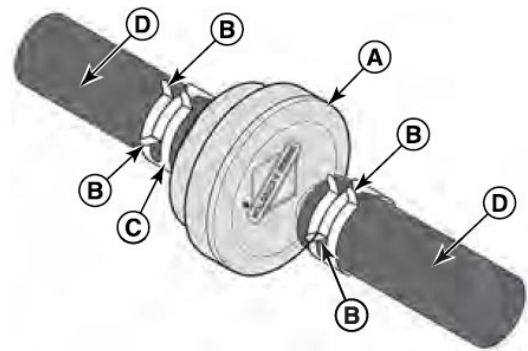

Abb. 14: Kraftstofffilter und Kraftstoffsieb
Schritt 1: Vor der Reinigung oder dem Austausch des Kraftstofffilters (Pos. A, Abb. 14) den Kraftstofftank entleeren oder das Kraftstoffabsperrventil schließen. Andernfalls kann Kraftstoff austreten und einen Brand oder eine Explosion verursachen.
Schritt 2: Mit einer Zange die Laschen (Pos. B, Abb. 14) an den Klemmen (Pos. C, Abb. 14) zusammendrücken und dann die Klemmen vom Kraftstofffilter (Pos. A, Abb. 14) wegschieben. Drehen und ziehen Sie die Kraftstoffleitungen (Pos. D, Abb. 14) vom Kraftstofffilter ab.
Schritt 3: Überprüfen Sie die Kraftstoffleitungen (Pos. D, Abb. 14) auf Risse oder Undichtigkeiten. Ersetzen Sie diese bei Bedarf.
Schritt 4: Ersetzen Sie den Kraftstofffilter (Pos. A, Abb. 14) durch einen Original-Ersatzfilter.
Schritt 5: Befestigen Sie die Kraftstoffleitungen (Pos. D, Abb. 14) mit Klemmen (Pos. C, Abb. 14) wie abgebildet.
Schritt 1: Entfernen Sie den Tankdeckel (Pos. A, Abb. 14).
Schritt 2: Entfernen Sie das Kraftstoffsieb (Pos. B, Abb. 14).